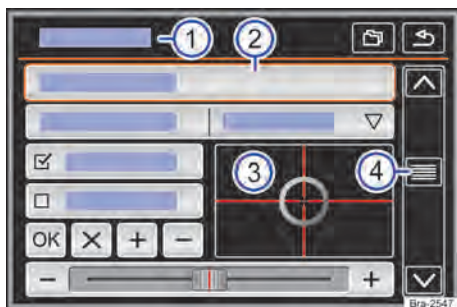

Fig. 114 Representação esquemática: vista geral das possíveis superfícies de função no display.
O aparelho está equipado com um touchscreen (tela de toque) → Fig. 114 ③.
As superfícies de função iniciam funções ou abrem outros submenus. Em submenus é indicado, na linha do título, o menu atualmente selecionado → Fig. 114 ①.